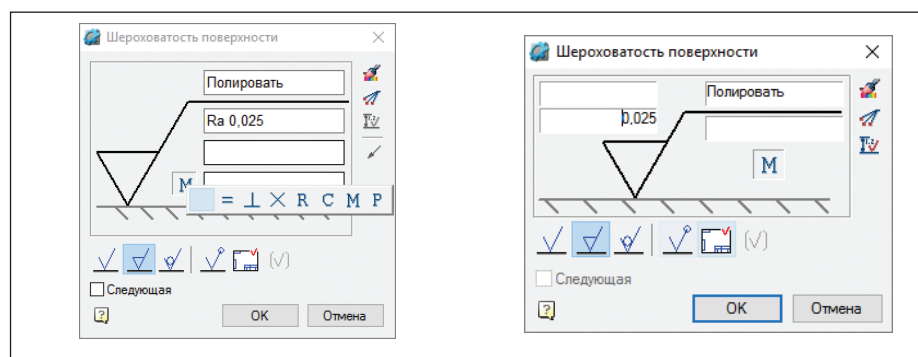

Рис. 3. Новое и старое обозначение шероховатости поверхности
- нанесение шероховатости обозначением старого и нового образца (рис. 3). В контекстном меню есть поле ввода, где вы можете выбрать обозначение из ряда (Rz, Ra, Rmax). При необходимости можно воспользоваться функцией конвертации старого символа в новый. Существует возможность указывать величину шероховатости автоматически, в зависимости от качества указанного размера;